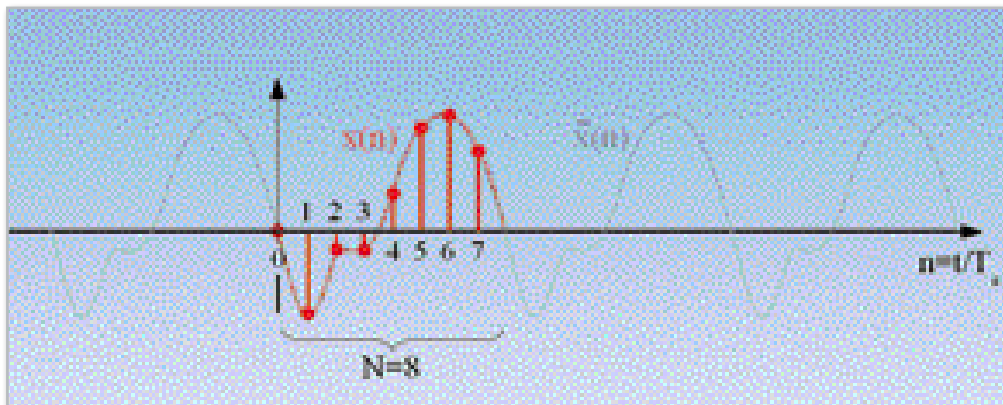

Bild 50: Wenn ein mit der DFT zu transformierender Signalabschnitt eine volle Periode des Signals darstellt, ist das Transformationsergebnis exakt.
Das aus der analogen Signaldarstellung bekannte Fourierintegral dient der Transformation einer Zeitfunktion in den Frequenzbereich (Zeitfunktion \rightarrow Spektrum), das inverse Fourierintegral der Rücktransformation in den Zeitbereich (Spektrum \rightarrow Zeitfunktion). Ohne Herleitung geben wir die aus den Gleichungen (18) für die Fouriertransformierte und (19) für die Fourierrücktransformierte von analogen Signalen die Beziehungen für zeitdiskrete (abgetastete) Signale an. Dabei wird noch vorausgesetzt, dass nur ein endlich langer Abschnitt $x(n)$ des Signals zu transformieren ist, den man als eine Periode eines periodischen Signals $\tilde{x}(n)$ auffasst (Abbildung 50). Dieses hätte – bedingt durch die Abtastung – ein periodisches Spektrum, von dem man aber ebenfalls nur eine Periode herausgreift. Die mathematische Formulierung dafür zeigen Gleichung (85) und Gleichung (86).